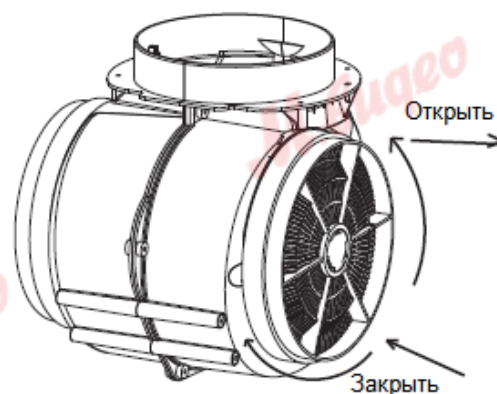

Рис. 12
(ОПЦИОНАЛЬНО) СМ. РИС. 12
- Угольные фильтры (Рис. 12) расположены на обоих концах мотора. Поворачивайте угольный фильтр против часовой стрелки, пока не открутите его полностью.